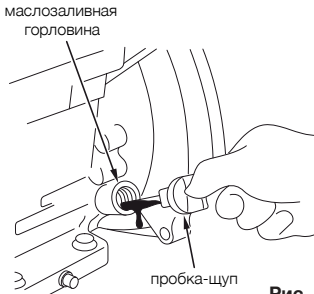

Рис. 3
- вывернуть пробку-щуп из маслосазливной горловины картера двигателя, протереть щуп чистой ветошью (см. рис. 3);